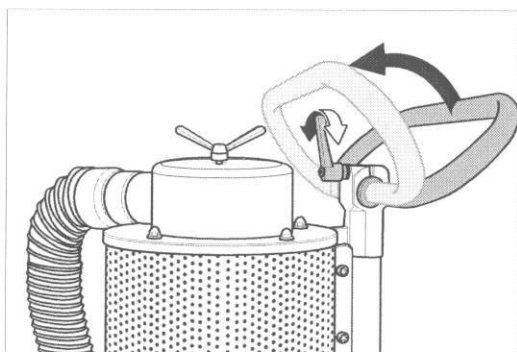

Fig. 5 Pour basculer la machine, desserrez tout d'abord le levier de blocage puis rabattez l'étrier de maintien vers l'avant.
- 3 Desserrez le levier de blocage de l'étrier de maintien, rabattez l'étrier de maintien vers l'avant et resserrez le levier de blocage (fig. 5).